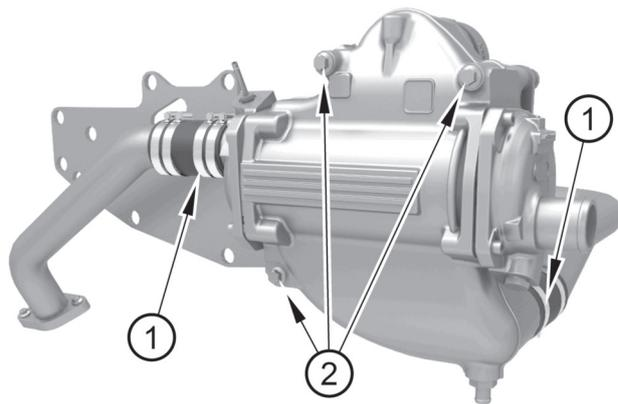

Abbildung 24
2. Lösen Sie die Schlauchschellen (Abbildung 24, Nummer 1).